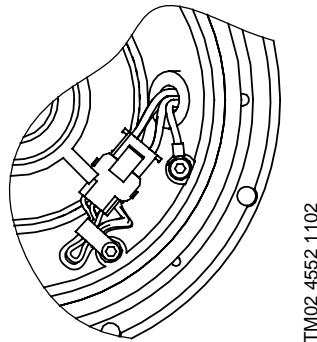

Abb. 1
5. Mehrfachstecker und Erdleiter montieren. *Leiter mit Kabelentlastungsbeschlag entlasten, siehe Abb. 1.*